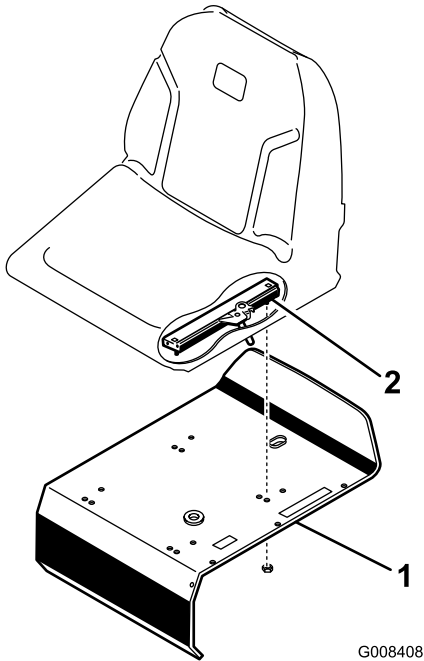

图 3
- 3. 用散装零件中提供的锁紧螺母5/16 英寸将座椅滑轨固定到座椅支架上图 3。